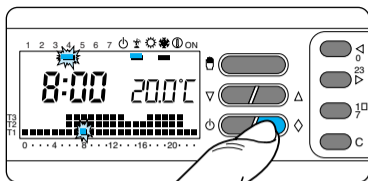

Fig. 48
**9.8** -Premere il pulsante  $\diamond$  (fig. 48).